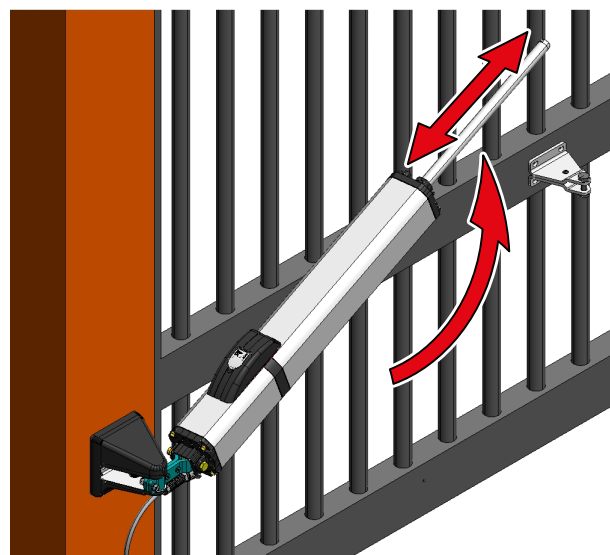

Abb.27
6. Den Antrieb mit Strom versorgen und den Schaff auf der gesamten Hublänge wiederholt nach innen und außen bewegen, bis die Bewegung flüssig und reibungslos erfolgt (Abb. 27).